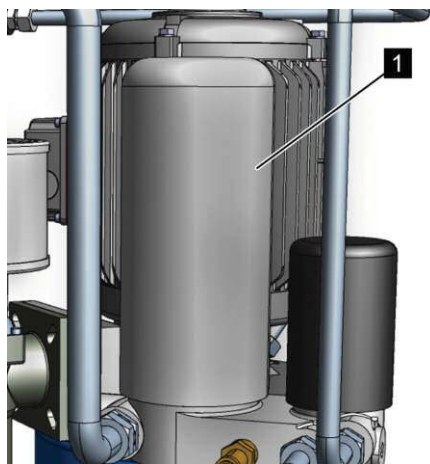

Рис. 41: Тонкий очиститель
8. Заверните новый сепаратора (Рис. 41/1) до упора.
9. Вручную подтяните новый сепаратор (Рис. 41/1) на пол-оборота.